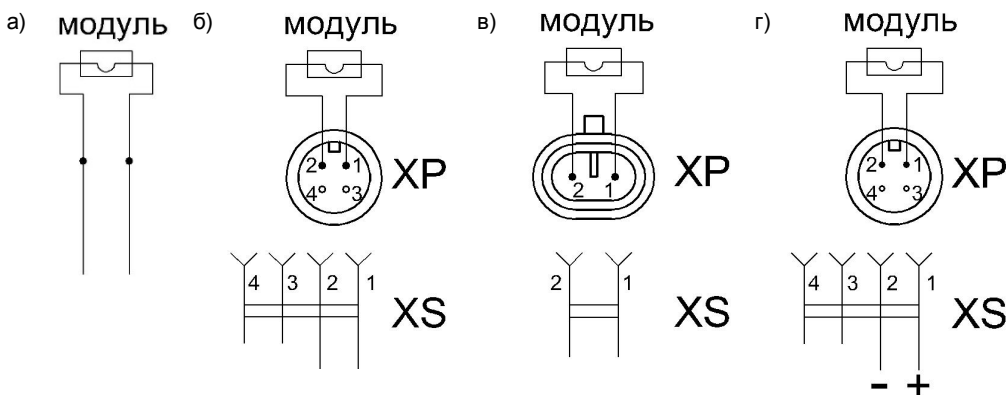

Рис. 6 – Схема подключения модуля к шлейфу запуска.
- 6.2 Подключение модулей к электрической цепи системы запуска осуществляется после прочного закрепления их на объекте и завершения комплекса пусконаладочных работ по всей системе противопожарной автоматики при отключенном источнике электропитания. Схема подключения модуля к шлейфу запуска показана на рис. 6.
- 6.6 Модуль «БУРАН-0,5(шж4)КП применяется только в составе автоматической системы обнаружения и тушения пожара АСОТП «Игла М.5К-Т.М». Запуск модуля производится при соблюдении полярности подключения, указанной на схеме см. рис.6г. Безопасный ток проверки цепи не более 0,1А. Показания на измерительном приборе при контроле целостности электрической цепи запуска должно быть от 3 МОм до 8 Мом.